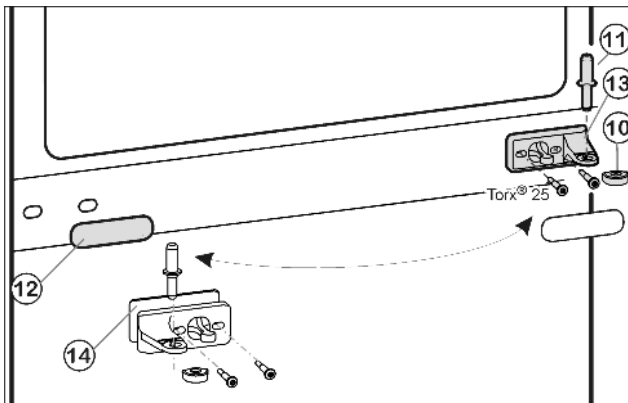
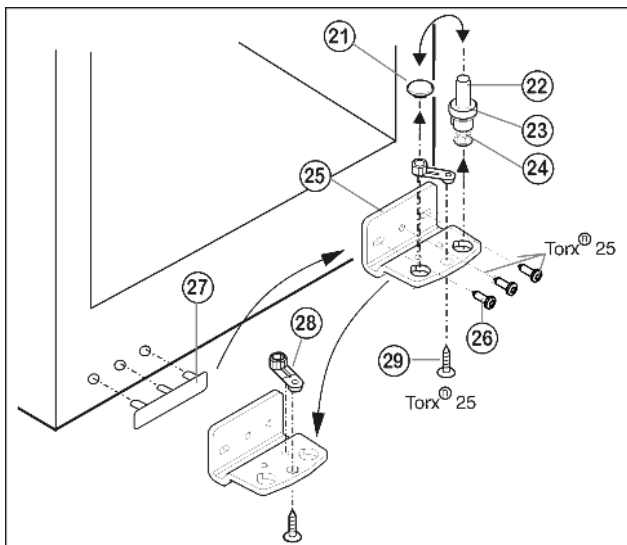

Fig. 5
Fig. 6
- ▶ Middelste lagerbout *Fig. 5 (11)* uit de lagerbus en de onderste deur uittrekken.
- ▶ Kunststof kapje *Fig. 5 (10)* afnemen.
- ▶ Middelste lagerbus *Fig. 5 (13)* losschroeven (2 maal Torx® 25).
- ▶ Afdekplaat *Fig. 5 (12)* voorzichtig afhalen.
- ▶ Middelste lagerbus met *Fig. 5 (14)* onderlegschiifje *Fig. 5 (13)* 180° gedraaid aan de nieuwe scharnierkant **goed (met 4 Nm)** vastschroeven.
- ▶ Afdekplaat *Fig. 5 (12)* 180° gedraaid aan de nieuwe greepzijde weer vastklikken.
- ▶ Lagerbout *Fig. 6 (22)* compleet met schijfje *Fig. 6 (23)* en stelplaatje *Fig. 6 (24)* naar boven eruit trekken.
- ▶ Stop *Fig. 6 (21)* eraf halen.
- ▶ Lagerbus *Fig. 6 (25)* losschroeven *Fig. 6 (26)*.
- ▶ Lagerdeel *Fig. 6 (28)* losschroeven *Fig. 6 (29)* en in het tegenoverliggende opnamegat van de lagerbus omzetten en weer vastschroeven.
- ▶ Afdekking aan de greepzijde *Fig. 6 (27)* voorzichtig optillen en op de tegenoverliggende zijde plaatsen.
- ▶ Lagerbus *Fig. 6 (25)* aan de nieuwe scharnierzijde evt. met behulp van een accuschroevendraaier weer **goed (met 4 Nm)** vastschroeven.
- ▶ Stop *Fig. 6 (21)* weer in het andere gat aanbrengen.
- ▶ Lagerbout *Fig. 6 (22)* compleet met schijfje en stelplaatje weer aanbrengen. Er daarbij erop letten, dat de sluitnok naar achter wijst.
- ▶ Plaats de onderste deur van boven op de onderste lagerbout *Fig. 6 (22)*.
- ▶ Het kunststof kapje *Fig. 5 (10)* weer op de middelste lagerbus *Fig. 5 (13)* zetten.
- ▶ Middelste lagerbout *Fig. 5 (11)* op de nieuwe scharnierzijde in de onderste deur plaatsen door de middelste lagerbus *Fig. 5 (13)*.
- ▶ Bovenste deur op de middelste lagerbout *Fig. 5 (11)* zetten.
- ▶ De deuren eventueel via de beide langgaten in de onderste lagerbus *Fig. 6 (25)* en middelste lagerbus *Fig. 5 (13)* ten opzichte van de kast uitlijnen. Eerst de middelste schroef in de onderste lagerbus *Fig. 6 (25)* uitdraaien.